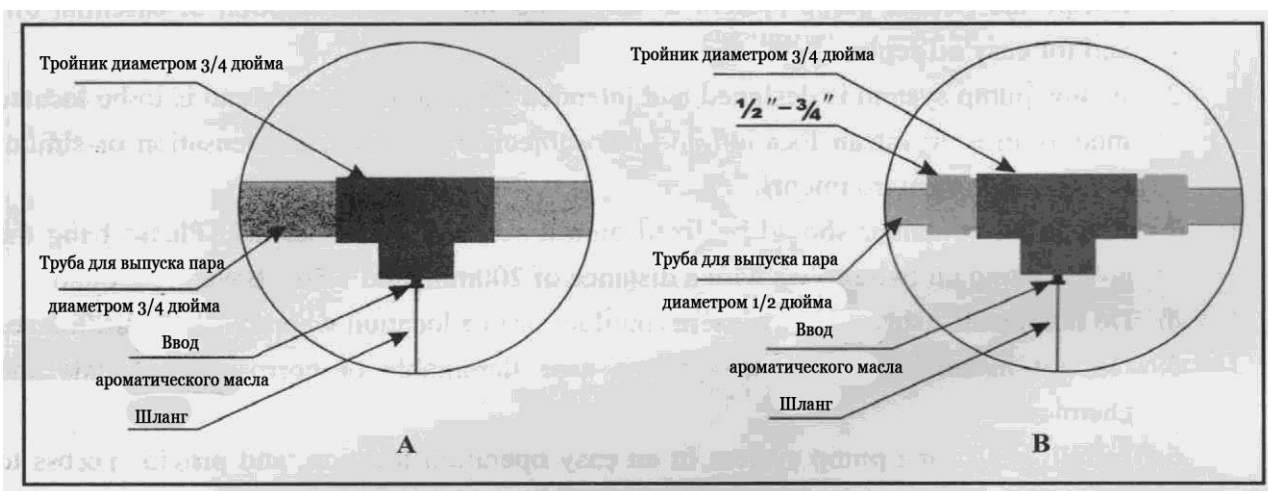

Рисунок 3
- См. схему установки (рисунок 3), где показана установка.